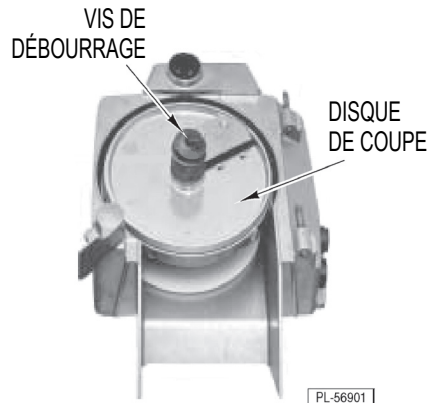

Fig. 5
6. Évitez tout contact avec une lame tranchante sur le disque de coupe et placez le disque de coupe souhaité sur l'arbre et tournez le disque de coupe jusqu'à ce qu'il se repose sur son accouplement (fig. 5). Tournez-le dans le sens antihoraire pour verrouiller.
7. Placez la vis de déburrage sur l'arbre. Tournez-la dans le sens antihoraire pour serrer (fig. 5).